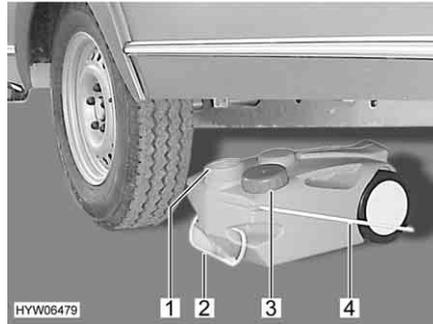

Fig. 168 Depósito de aguas residuales, con ruedas
- Cerrar la abertura del depósito de aguas residuales (Fig. 168,1) con la tapa (Fig. 168,3).
- Extraer el depósito de aguas residuales por el tirador (Fig. 168,2).
- Abatir hacia arriba el tirador (Fig. 168,4) y colocar el depósito de aguas residuales.